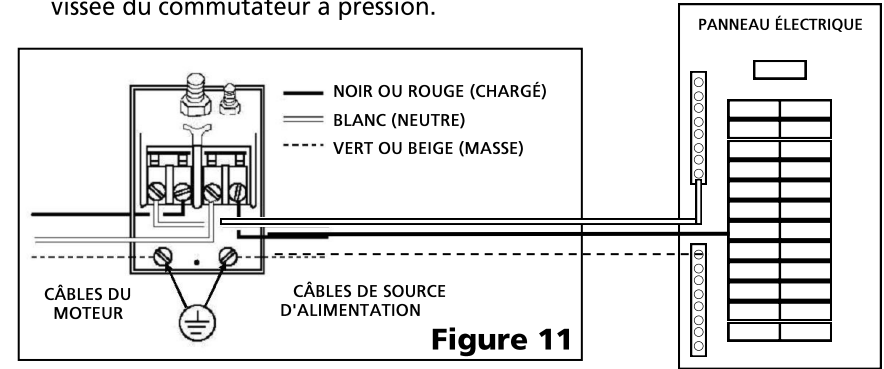

Figure 11
2. Brancher un fil chargé (noir ou rouge) de la source d'alimentation à une des bornes vissées du commutateur à pression. Peu importe lequel. Suivre le schéma de câblage de la Figure 11.